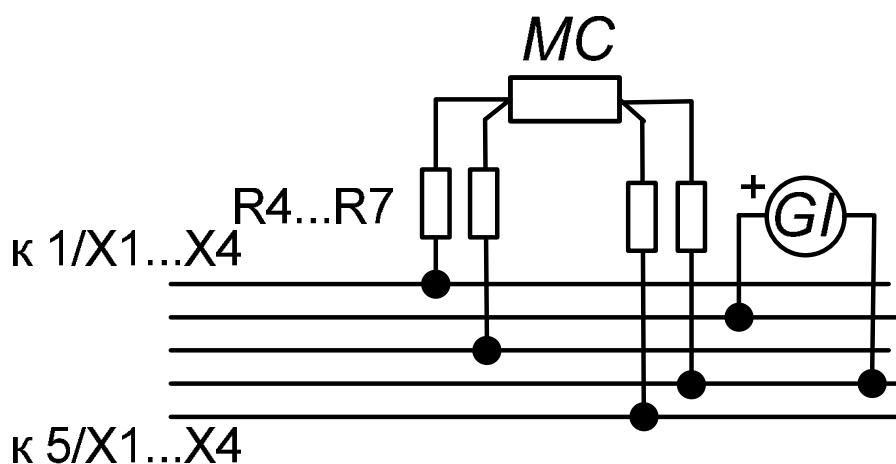

Рисунок 11.3 - Схема подключения для определения погрешности измерения сигналов ТС и тока (остальное рисунок 11)
- меру тока GI для проверки сигнала 4-20 мА (рисунок 11.3);
- магазин сопротивлений MC для проверки сигнала от ТС (рисунок 11.3).